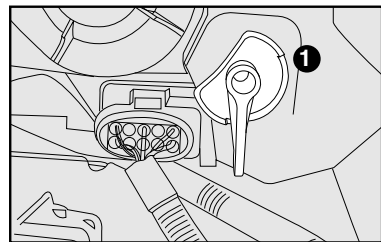

fig. 99
### Regulador no farol figs. 99 e 100
**Posição 1 fig. 99-** com veículo com carga normal.